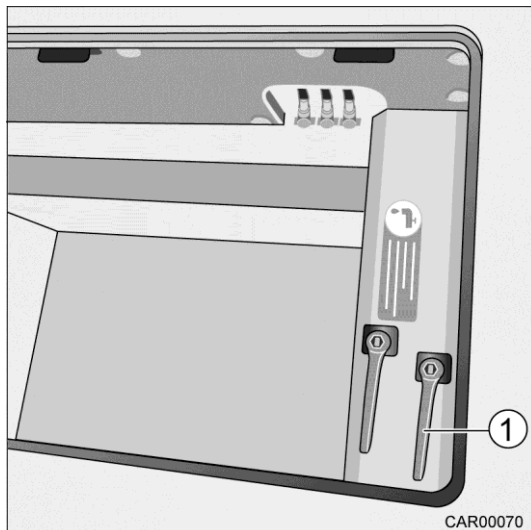

Fig. 154 Vidanger le réservoir d'eau fraîche
4. Fermer le robinet de vidange (Fig. 154/1).
3. Ouvrir le robinet de vidange (Fig. 154/1).
7. Fermer le robinet de vidange (Fig. 154/1) et la trappe dans le plancher.